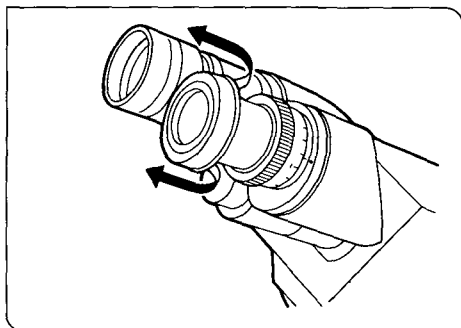

Fig. 74
**5** Using the Eye Shades (Fig. 74)